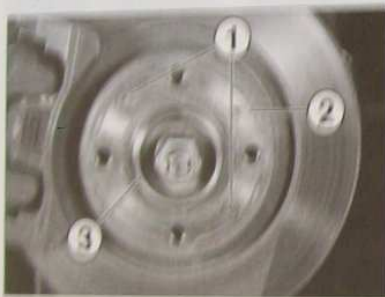

FIG. 7
- Déposer les vis (1) de fixation du disque (2) sur le moyeu (3) (Fig. 7).